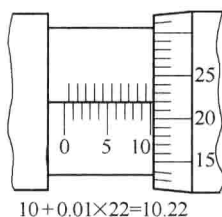

图 1-27 千分尺测量举例
3) 读数。夹住工件, 从标尺的正面正视标尺标记读取数值。如不能直接读数, 可固定制动器, 使测微螺杆不动, 再轻轻取下工件, 之后再读数。图 1-27 所示为某一工件测量尺寸的示意图。